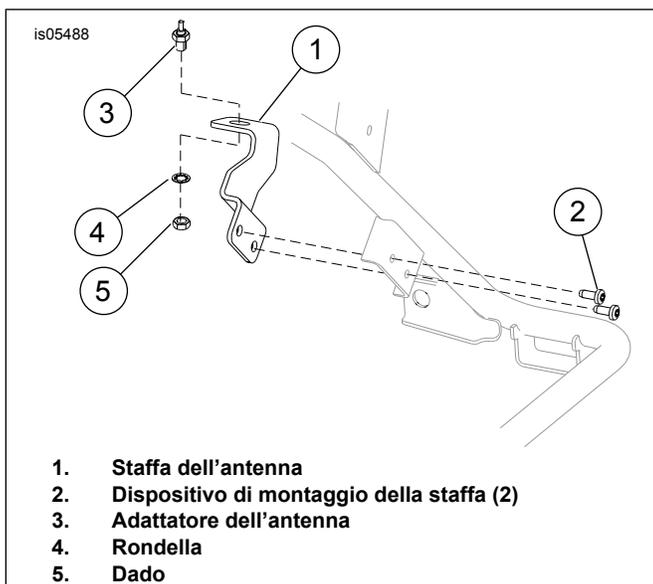
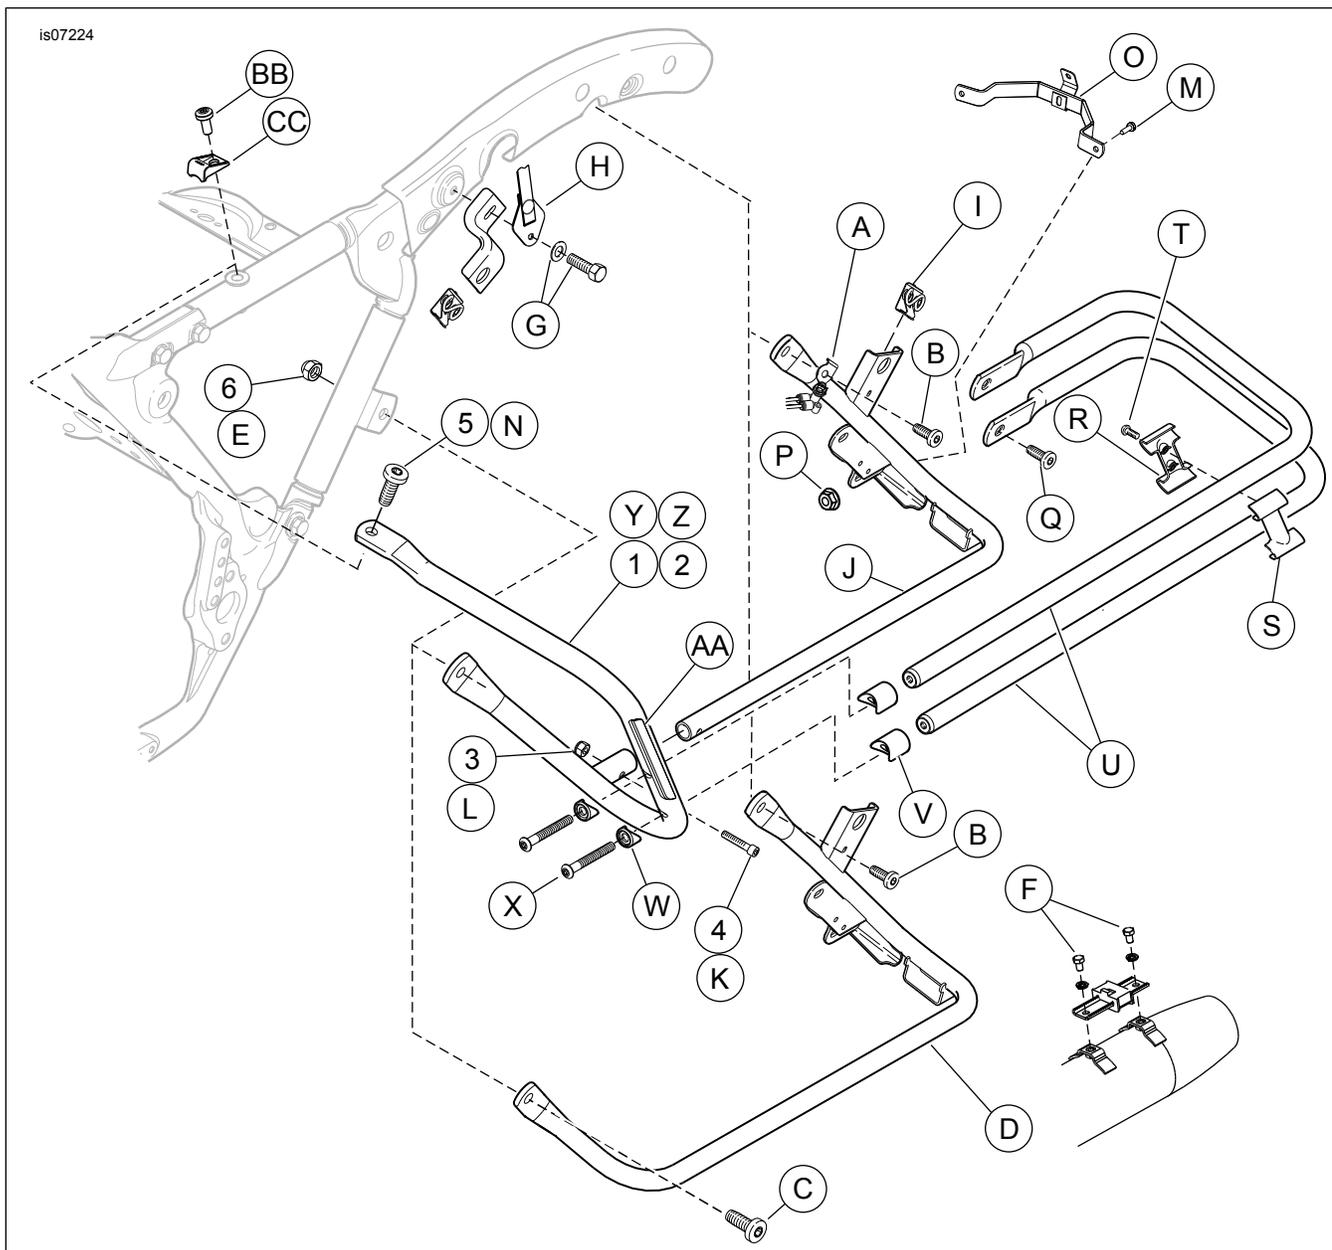

Figura 1. Rimuovere l'antenna e la staffa.
Figura 3. Parti di ricambio: Kit protezione della borsa portapacchi (mostrato il lato sinistro)
Vedere Figura 3 e Tabella 1.
2. Vedere Figura 3. Togliere la vite e la rondella (G) della cinghia di appiglio. Togliere la cinghia di appiglio (H). Rimuovere la sella seguendo le istruzioni riportate nel manuale di manutenzione.
3. Se in dotazione, rimuovere il paracolpi della sella (CC) e la vite (BB).
1. Vedere Figura 3. Togliere le viti (F) che fissano le protezioni delle borse portapacchi ai sostegni della marmitta.
2. Togliere il bullone (M) ed il dado (P). Conservare il bullone (M) per l'installazione. Eliminare il dado (P).
3. Togliere le viti (B e C) ed il dado (E). Conservare le viti (B e C) per l'installazione. Eliminare il dado (E).
4. Togliere la sede del prigioniero (I) e conservarla per l'installazione.
5. Vedere Figura 1. Rimuovere la staffa dell'antenna (1), i dispositivi di montaggio (2), il dado (5) di montaggio dell'antenna, la rondella (4) e l'adattatore dell'antenna (3). Conservare l'antenna e la bulloneria, gettare la staffa.
6. Togliere il sostegno (D) ed eliminarlo.
1. **Per i modelli FLTR e FLHX:** Vedere Figura 3.
- a. Installare la vite di montaggio del sostegno posteriore della borsa portapacchi (B) attraverso la staffa della sospensione pneumatica (A) ed il sostegno della borsa portapacchi (J) (acquistato separatamente). Installare a mano la vite.
- b. Installare il bullone (M) ed il dado (P) (acquistati separatamente). Serrare a mano.
- c. Installare la sede del prigioniero (I) nel sostegno della borsa portapacchi (J).